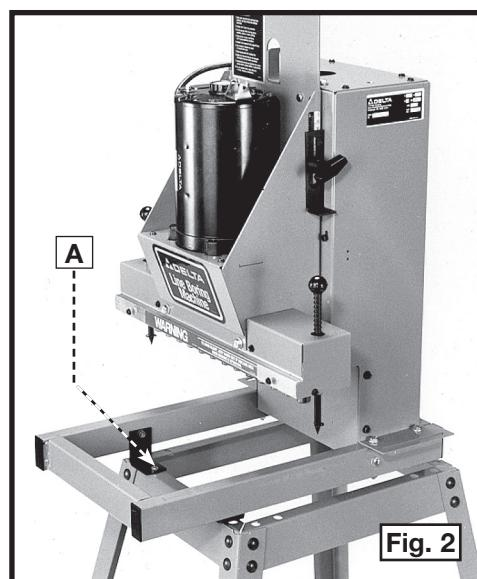

Fig. 2
Coloque la máquina sobre el soporte, utilizando la Fig. 2 de guía. Alinee los cuatro orificios de la máquina con los cuatro orificios del soporte. Inserte el tornillo hexagonal de 19 mm (3/4 pulg.) primero por la máquina y luego por el soporte. Coloque una arandela plana de 5/16 pulg. en el tornillo hexagonal de 19 mm (3/4 pulg.) (A) Fig. 2, seguida de una arandela de seguridad de 5/16 pulg. Enrosque una tuerca de 5/16-18 en el tornillo hexagonal y ajuste bien. Repita el proceso para los tres orificios restantes.